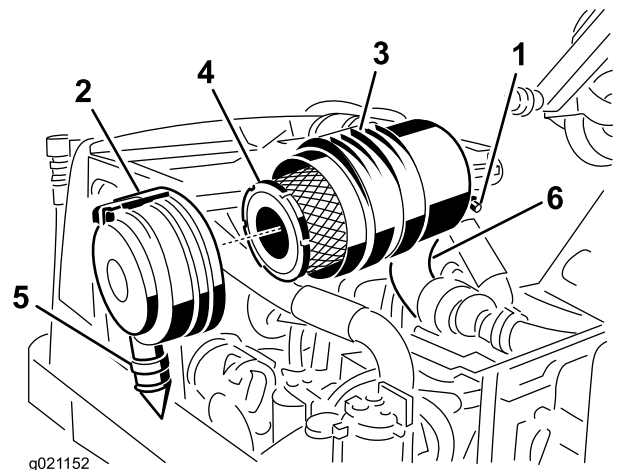
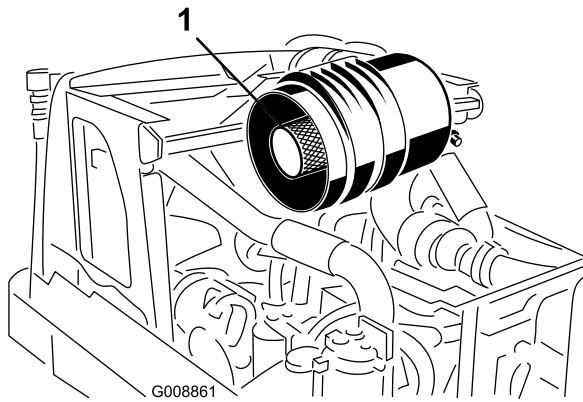

Figure 59
Figure 60
1. Tirez le verrou vers l'extérieur et tournez le couvercle du filtre à air dans le sens antihoraire (Figure 59).
2. Enlevez l'élément principal (Figure 59). Il est déconseillé de nettoyer les éléments usagés car cela risque d'endommager le matériau du filtre. Vérifiez que le filtre de rechange n'a pas été endommagé pendant le transport. Vérifiez l'extrémité d'étanchéité du filtre et du corps. N'utilisez pas l'élément s'il est endommagé. N'enlevez **pas** l'élément de sécurité (Figure 60).
Important: N'essayez jamais de nettoyer l'élément de sécurité (Figure 60). Remplacez-le une fois sur trois, quand vous effectuez l'entretien de l'élément principal.
3. Remplacez l'élément principal (Figure 59).
6. Montez le couvercle en dirigeant la valve de sortie en caoutchouc (Figure 59) vers le bas, entre 5:00 et 7:00 heures environ vu de l'extrémité. Fermez le verrou.